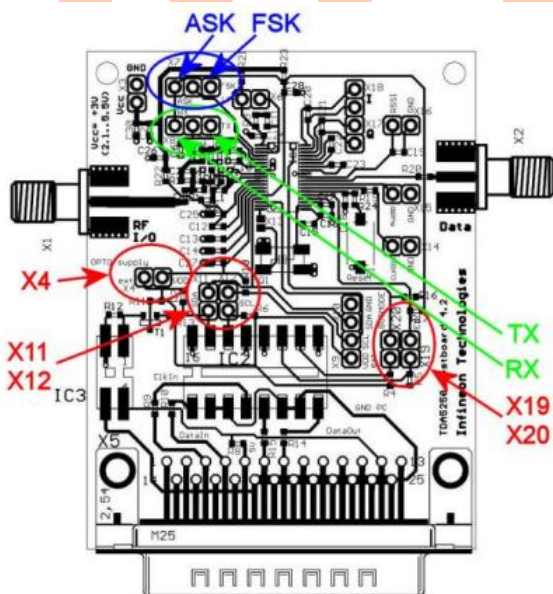
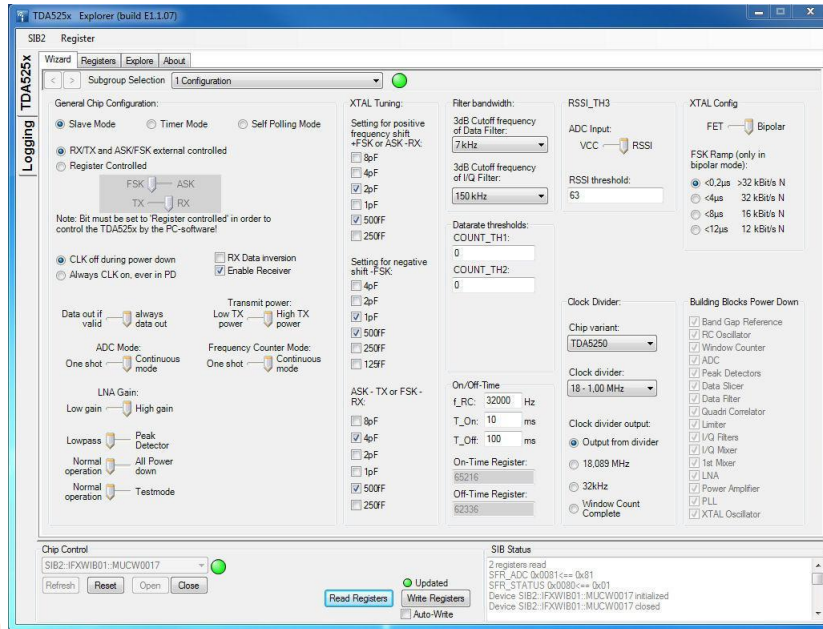
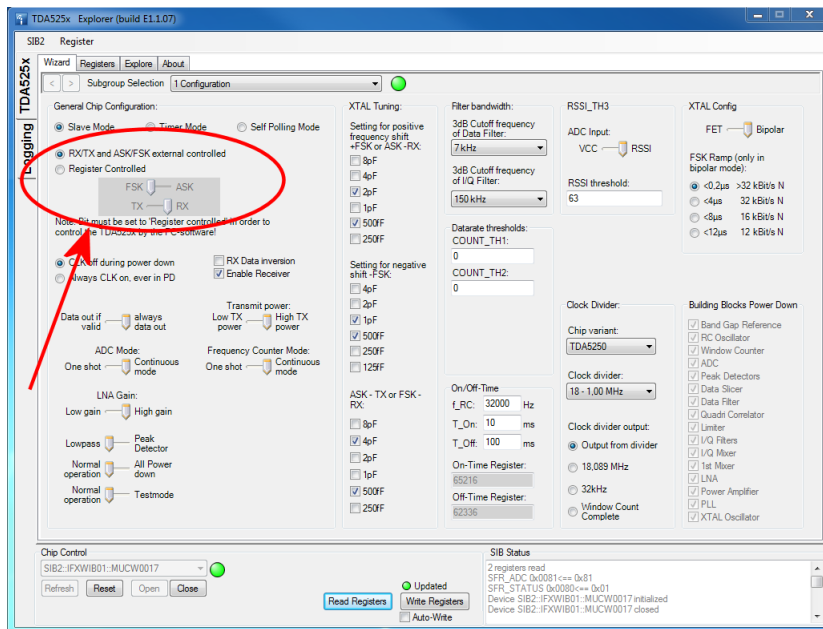
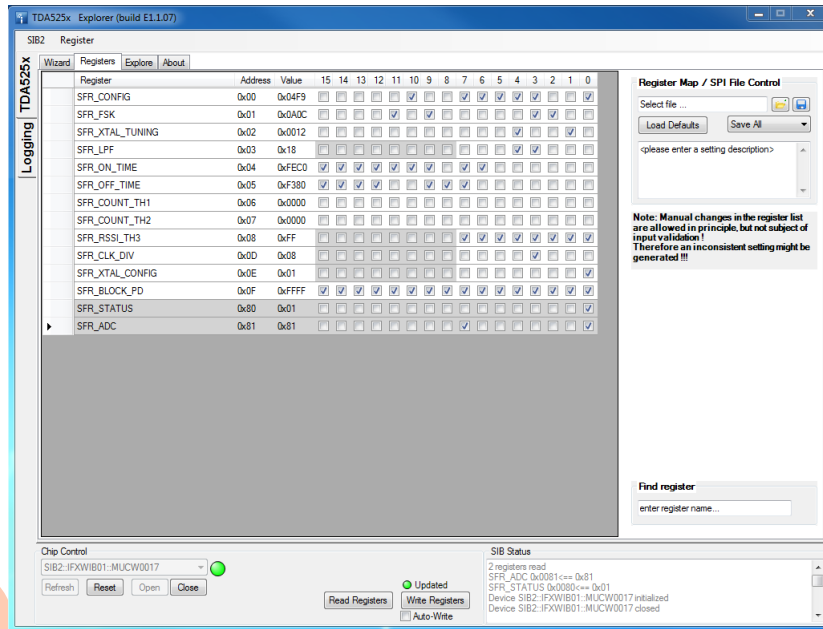

图 2：跳线
图 7: TDA525X Explorer, “向导”选项卡
图 8: RX/TX 和 ASK/FSK 外部控制或寄存器控制
图 9: TDA525X Explorer, “寄存器”选项卡
- 跳线 X4、X11、X12、X19 和 X20 保持断开（参见图 2）
- 通过将 RX/TX 多引脚连接器 (X8) 的跳线设置到对应位置来选择 RX-模式或 TX-模式（参见下方图 2 或相关数据手册图 4-4）。
- 通过将 ASK/FSK 多引脚连接器 (X7) 的跳线设置到对应位置来选择 ASK或 FSK（参见下方图 2 或相关数据手册图 4-4）。
- 现在可以进行 TDA525X 配置了：配置方式有两种：修改 TDA525X Explorer 中的“向导”选项卡（参见图 7）中的设置；或在“寄存器”选项卡中直接修改每个寄存器的位值（参见图 9）。注意：如果选择 RX/TX 和 ASK/FSK “寄存器控制”（参见图 8），强烈建议移除 RX/TX 多引脚连接器和 ASK/FSK 多引脚的跳线，避免影响到软硬件设置，损坏 TDA525X！
- 跳线 X4、X11、X12、X19 和 X20 闭合（参见图 2）。
- 强烈建议在选择“RX/TX 和 ASK/FSK 寄存器控制”（参见 0）之前移除 RX/TX 多引脚连接器和 ASK/FSK 多引脚连接器的跳线，避免影响到软硬件设置，损坏 TDA525X！若选择“RX/TX 和 ASK/FSK 外部控制”（参见图 8），则必须将 ASK/FSK 和 RX/TX 多引脚连接器的跳线设置到相应的模式（参见图 2）。